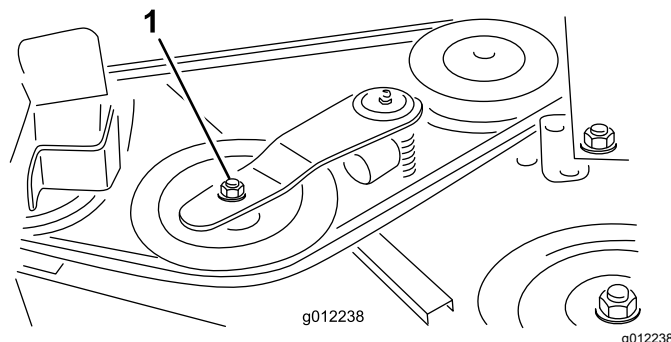
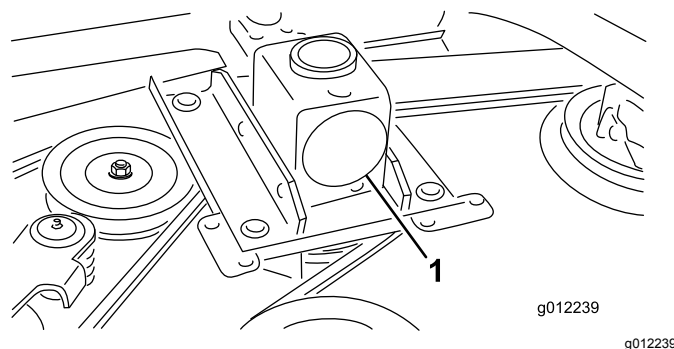

Figura 34
Figura 35
2. Con una chiave dinamometrica o uno strumento simile, allontanate la puleggia tendicinghia (Figura 34) dalla cinghia di trasmissione per allentare la tensione della cinghia e staccarla dalla puleggia degli ingranaggi (Figura 35).